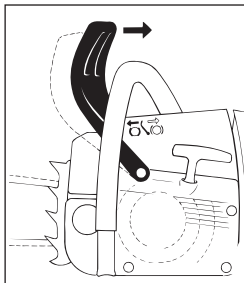

Рис. 62
- Защиту руки переместить к трубчатой рукоятке (рис. 62).